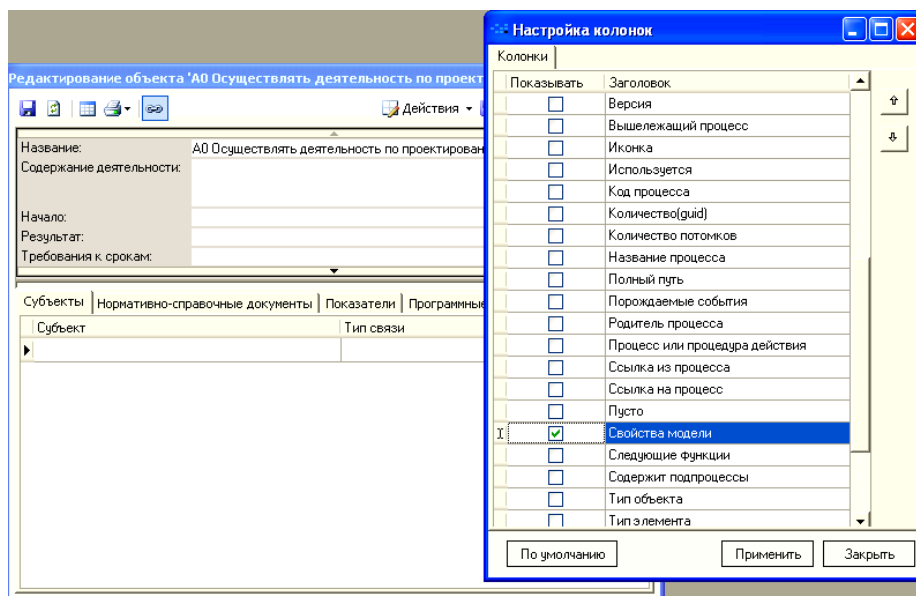

Рисунок 44 – Добавление параметра *Свойства модели* в окне редактирования свойств верхнего процесса модели
5. В окне *Настройка колонок* в списке возможных параметров установите флажок в столбце *Показывать* для параметра *Свойства модели* (рисунок 44). Щелкните кнопку *Применить*.